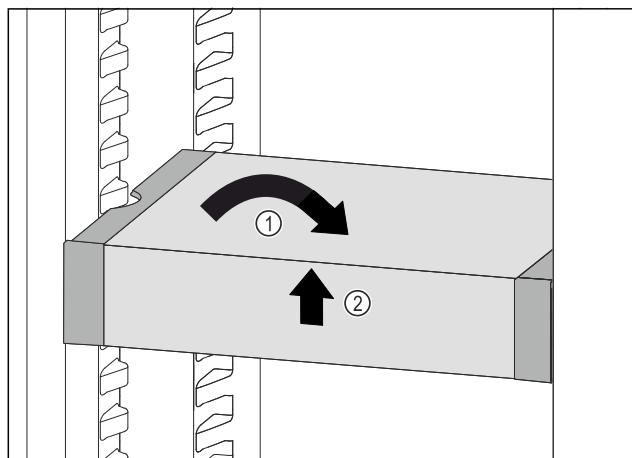

Fig. 101
- VarioSafe postavte rovně. Fig. 101 (1)
- VarioSafe vpředu zvedněte. Fig. 101 (2)